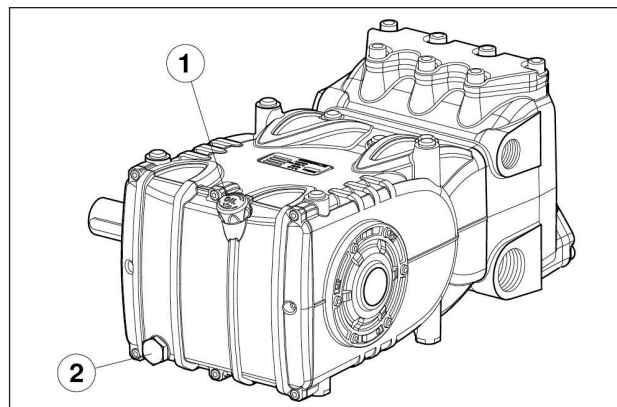

Fig. 3
Avec la jauge de niveau d'huile rep. ①, Fig. 3.
Le contrôle correct du niveau d'huile doit s'effectuer avec la pompe à température ambiante, alors que la vidange de l'huile se fait avec la pompe à la température de fonctionnement en retirant d'abord la jauge d'huile rep. ①, puis le bouchon rep. ②, Fig. 3.